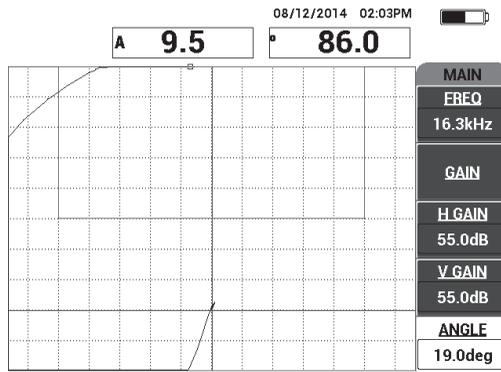

Figura 6-66 Ajuste el ángulo para desplazar el punto de manera ascendente
- Levante la sonda y, después, pulse la tecla de menú MAIN (📶); ajuste el parámetro **ANGLE** (tecla de función E) para que el punto se desplace de manera ascendente en la representación XY. Ver la Figura 6-66 en la página 188.